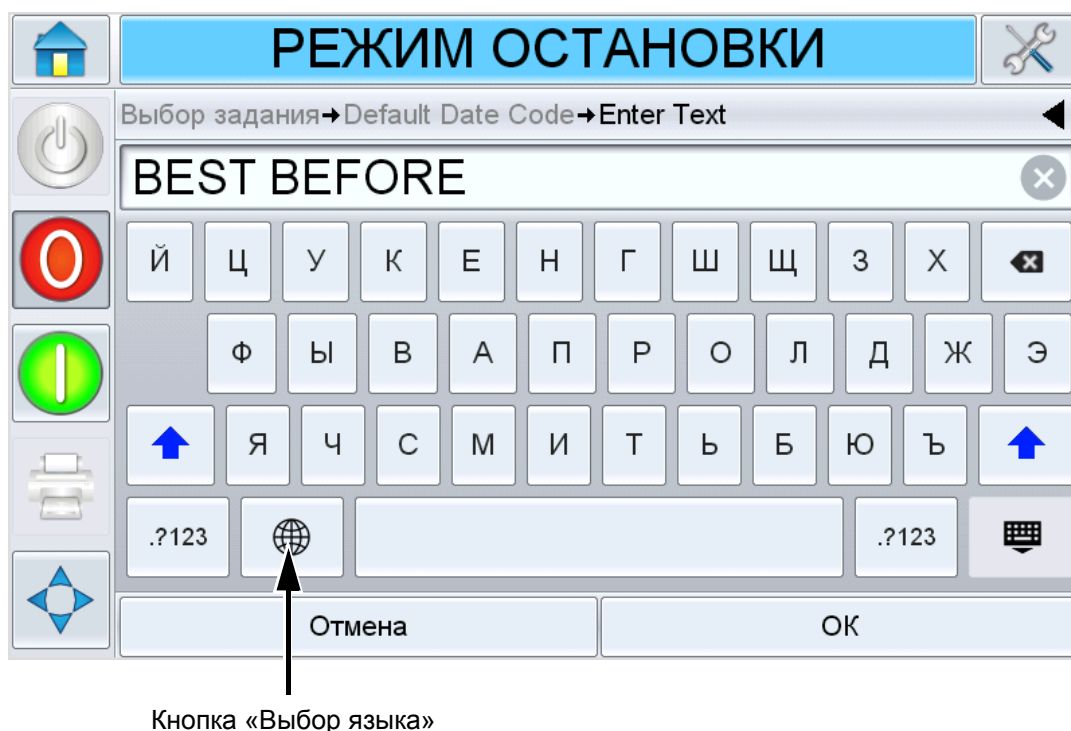

Рис. 6-6:Клавиатура по умолчанию
- б. Коснитесь кнопки выбора языка, чтобы выбрать доступные языковые настройки (см. Рисунок 6-6).